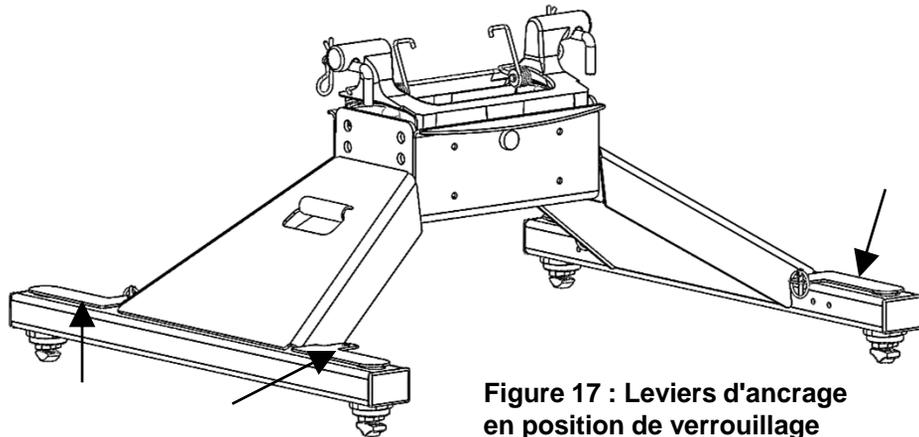

Figure 17 : Leviers d'ancrage en position de verrouillage
3. Tourner les quatre (4) leviers en position de verrouillage (avec les trous de verrouillage à travers l'enveloppe des socles angulaires) et se superposant de chaque côté (Figure 17).
3. Enlever la goupille à anneau / cadenas des trous de levier superposés de chaque côté de l'attelage (Figure 17). Conserver les goupilles à anneau.